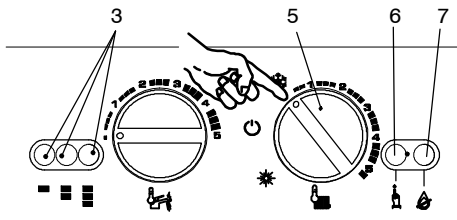
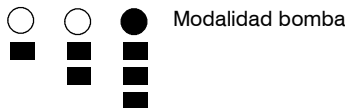

fig. 5.17
fig. 5.18
- 1 Suministrar fluido eléctrico a la caldera y colocar el conmutador de función 5 igual que en la fig. 5.17.
- 3 Pulsar el botón de reposición (6, fig. 5.17) de forma repetida (3 veces) hasta que los indicadores luminosos de señalación (3) muestren una secuencia como la de fig. 5.18.
- 4 Para cambiar la configuración, girar el mando de regulación de temperatura del agua sanitaria (4, fig. 5.17) y llevarlo al valor de funcionamiento de la bomba deseado. El indicador luminoso de bloqueo (7) parpadeará rápidamente para indicar que se está modificando la modalidad bomba.